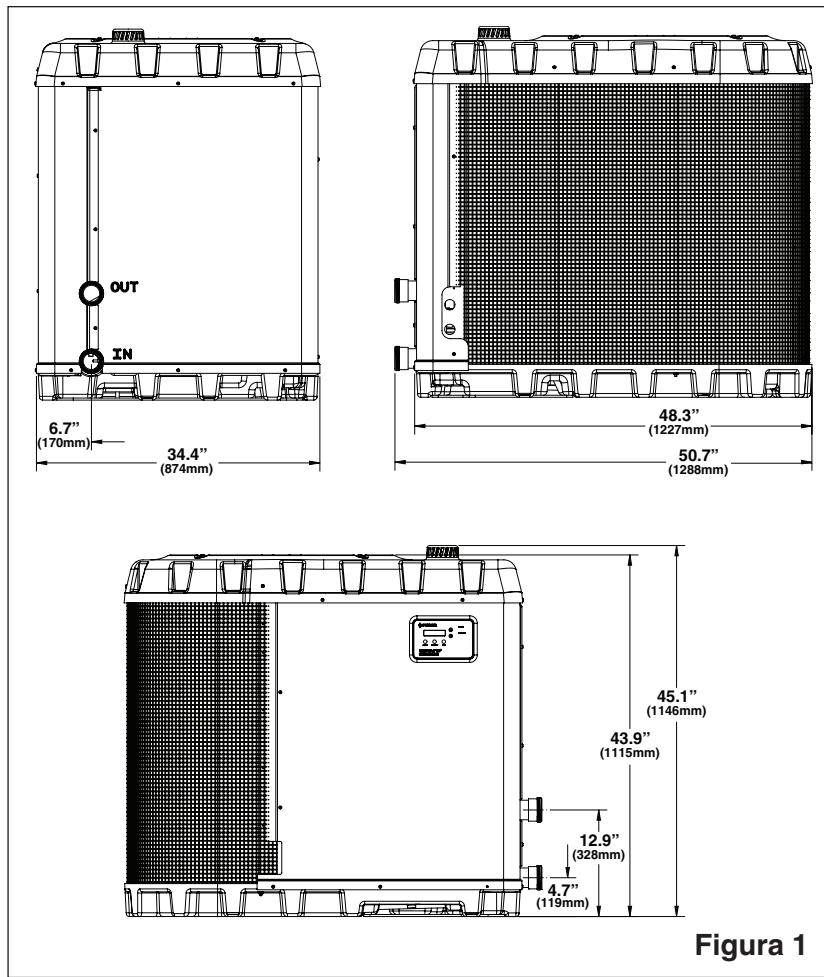

Figura 1
- Dimensiones apropiadas para las conexiones esenciales (ver **Figura 1**, página 2).